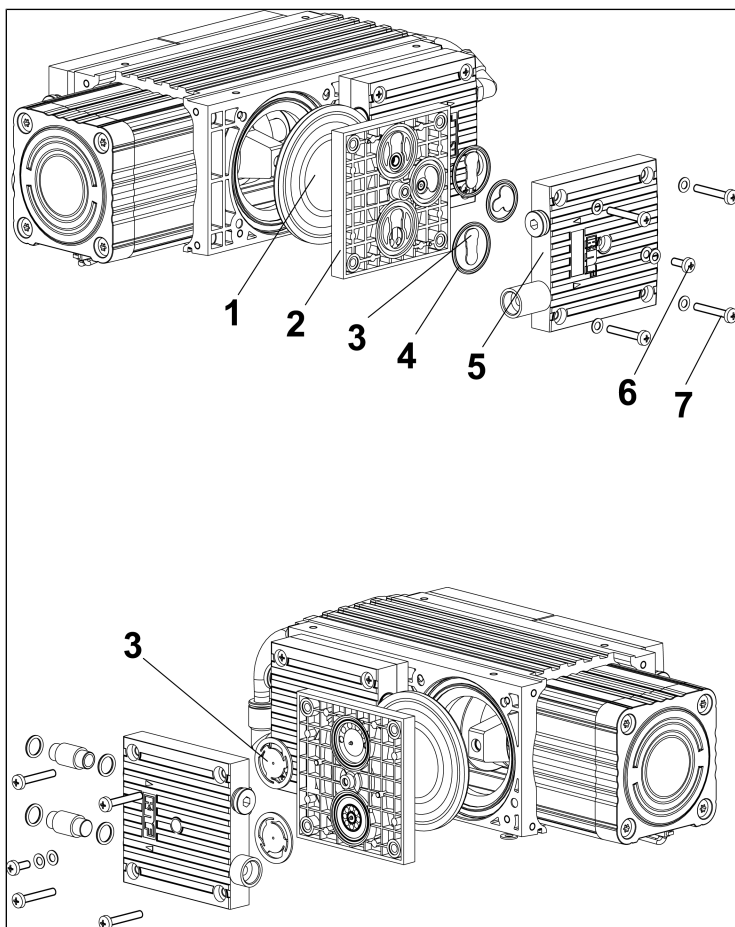

Fig. 7: Vue éclatée
**voir Fig. 7
7. Desserrez les 8 vis de fixation extérieures (7/ Fig. 7) des têtes (1 et 2) et retirez les têtes (1 et 2).
4. Placez les têtes 1 et 2 sur le corps de pompe et serrez les vis de fixation (7/Fig. 7) en croix à la main (couple de serrage : 3,5 Nm).